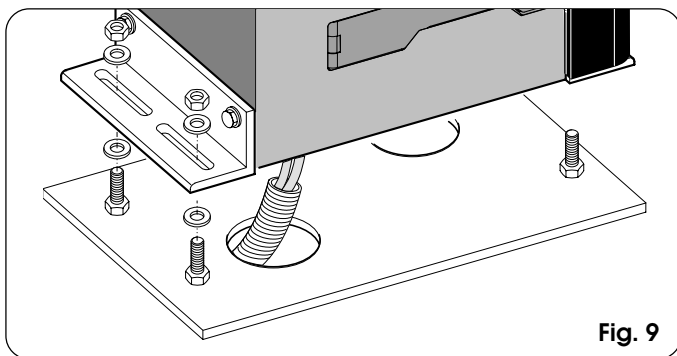
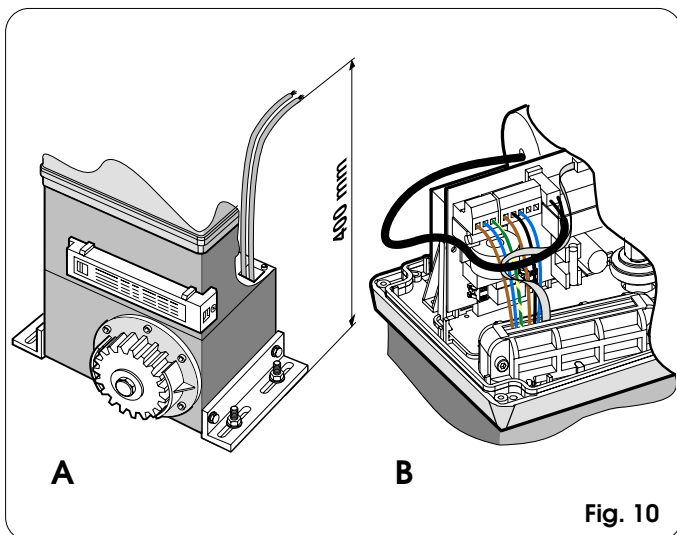

Fig. 9
Fig. 10
- 3) Plaats de aandrijving op de plaat met behulp van de bijgeleverde ringen en moeren, zoals op fig. 9. Voer tijdens deze handeling de kabels door het kanaal in de onderste helft van de aandrijving (fig. 10 - ref. A). Om toegang te krijgen tot de elektronische apparatuur, de kabels door het gat voeren met behulp van de bijgeleverde kabelklem met rubber. Alle kabels moeten met zorg van de mantels worden ontdaan, zodat de kabelklem alleen de afzonderlijke draden vasthoudt (fig. 10 - ref. B).